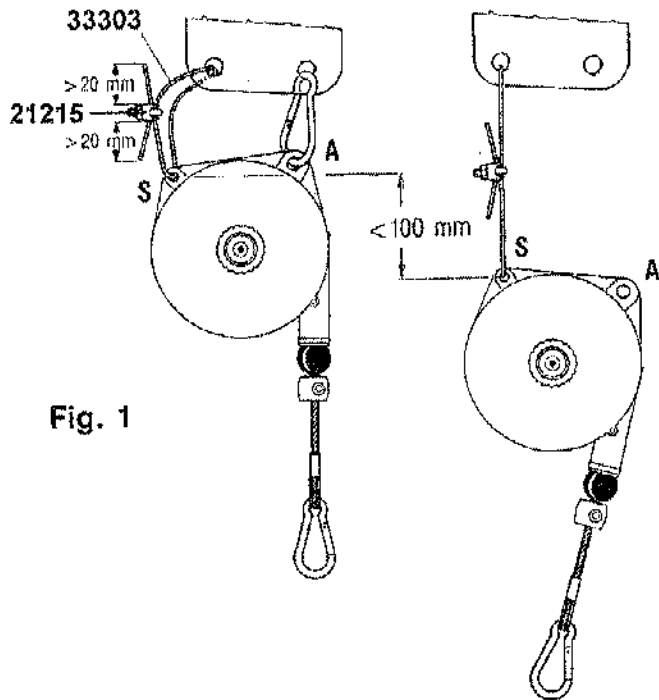

Fig. 1
! **Fije siempre la suspensión de seguridad (S) a un soporte adecuadamente dimensionado utilizando exclusivamente los accesorios suministrados (Fig.1). El soporte de seguridad NO DEBE SER el mismo usado para la suspensión principal (A) (Fig.1). La máxima caída en caso de rotura de la suspensión principal no debe superar los 100 mm. Apriete las tuercas de las abrazaderas 21215 (Fig.1) con un par de torsión de 2 Nm.**
El equilibrador debe ser sometido periódicamente a inspección visual (por ejemplo, una vez por cada turno de trabajo), en particular para verificar el estado de las suspensiones (A) y (S) (Fig.1), los tornillos de fijación y los sistemas autoblocantes (si se usan), así como las condiciones de los ganchos y del cable.